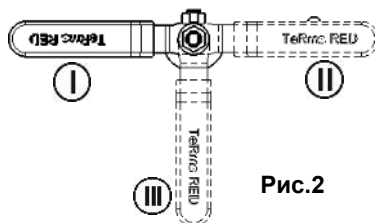

Рис.2
Кран (4) переключить в необходимое положение, см. рис. 2.